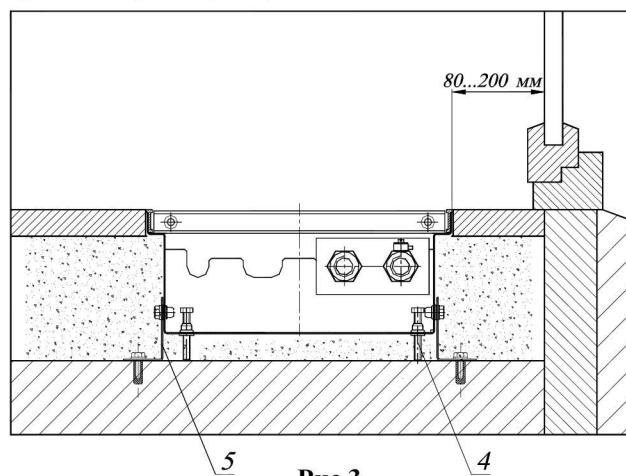

Рис.3
- 5.2 Конвектор монтируется в пол, для этого необходимо установить секции конвектора в заранее подготовленный канал в полу и выставить их по уровню пола, с помощью упорных болтов 4. Соединить болтами с гайками секции конвектора между собой. Закрепить конвектор опорами 5 к черновому полу (см. Рис.3)